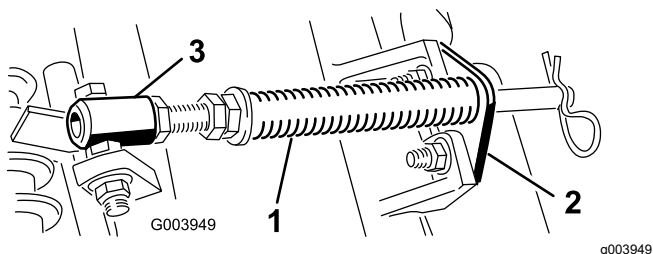

Figura 4
1. Retire los 2 pernos de cuello cuadrado y las tuercas que sujetan el soporte de la varilla a las pestañas de la unidad de corte (Figura 4).
2. Retire la tuerca con arandela prensada que fija el perno del tubo del muelle a la pestaña del bastidor de tiro (Figura 4), y retire el conjunto.
Nota: Coloque la cabeza del perno en el exterior de la pestaña, como se muestra en la Figura 4.